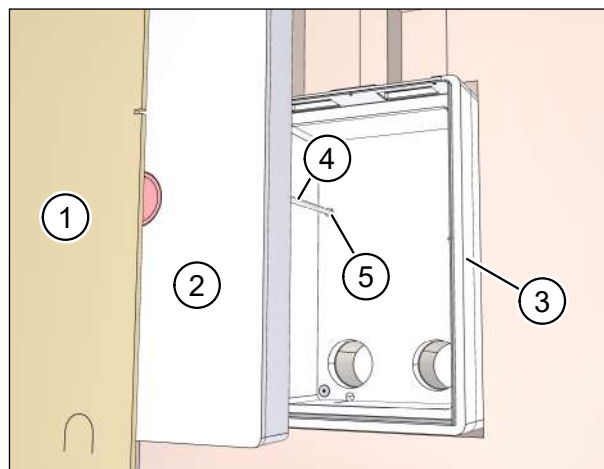

Fig. 22: Inserimento della cassetta a muro
- ▶ Rimuovere il coperchio di protezione dall'intonaco (pos. 1 nella Fig. 22) e il coperchio protettivo (pos. 2 nella Fig. 22) dalla cassetta a muro (pos. 3 nella Fig. 22).
- ▶ Fare passare il cavo di rete ed event. il cavo di comando (pos. 4 nella Fig. 22) attraverso l'ingresso del cavo nella cassetta a muro (pos. 5 nella Fig. 22).
- ▶ Spingere completamente la cassetta a muro (pos. 3 nella Fig. 22) nell'apertura del muro.
- ▶ Controllare che il coperchio protettivo (pos. 1 nella Fig. 22 a pagina 28) sia inserito prima della schiumatura.